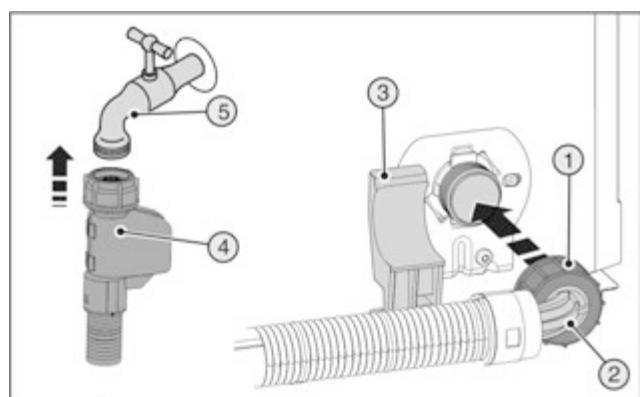

Fig. 22
- Приєднайте прямий кінець шланга Fig. 22 (4) до запірного крану Fig. 22 (5).